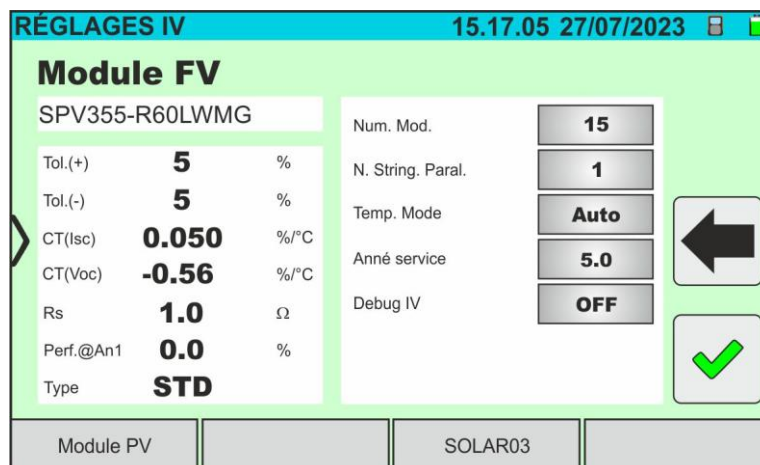

Fig. 37: Définition des paramètres de mesure de la courbe I-V
6. Appuyer sur la touche « **Règlages** » (référence modules Monoface). L'écran suivant est affiché dans la Fig. 37. Les paramètres suivants sont indiqués :